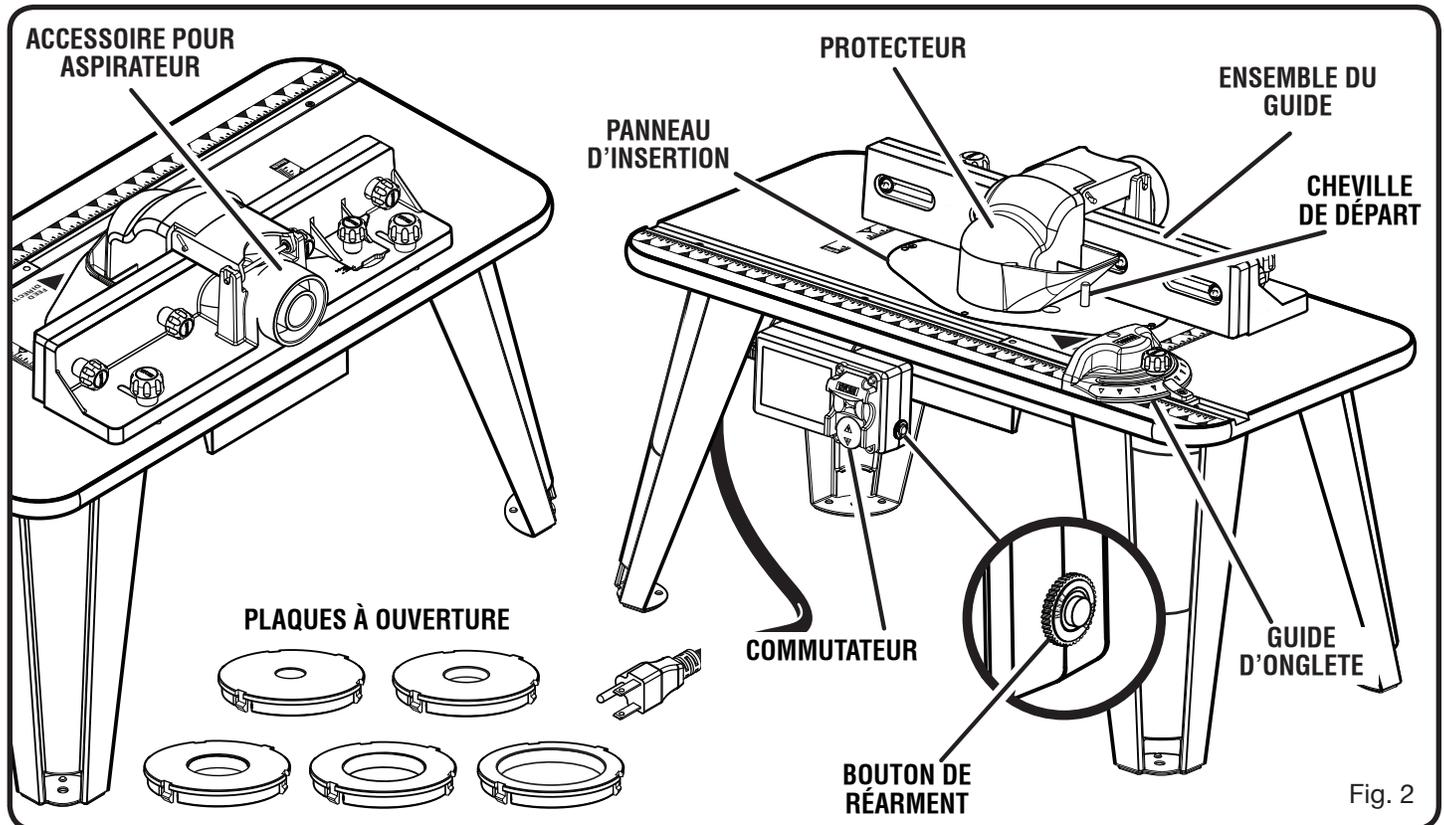

Fig. 2
Voir la figure 2.
**NOTE :** La table de routeur est équipée avec un remet à l'état initial le bouton (Voir la figure 2). Si, pour n'importe quelle raison, la table de routeur n'allumera pas, appuiera le remettre à l'état initial le bouton et alors remet en marche.